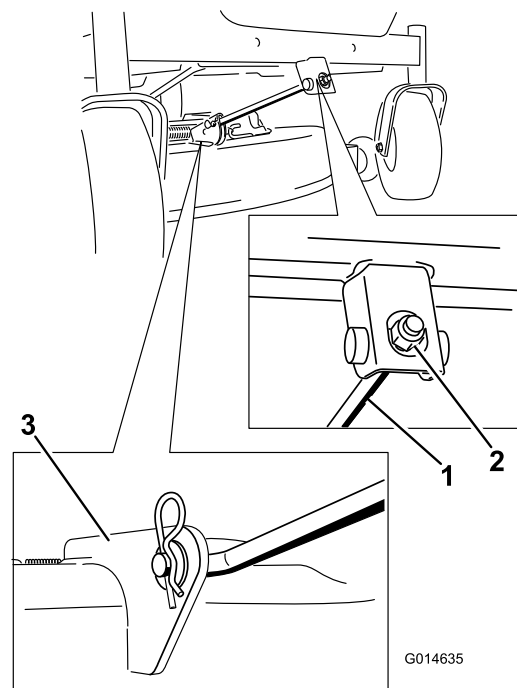

Figura 53
4. Retire el pasador de horquilla de la varilla de soporte delantera y retire la varilla del soporte de la carcasa (Figura 53). Baje cuidadosamente la parte delantera de la carcasa de corte al suelo.
6. Conecte la varilla de soporte delantera a la carcasa de corte con el pasador y la chaveta (Figura 53).